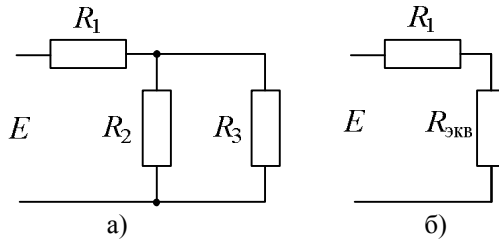

Рис. 8. Схема смешанного соединения проводников (а) и схема с преобразованным участком электрической цепи (б)
- при смешанном соединении проводников (рис. 8):
Эквивалентное сопротивление участка цепи (рис. 8а):
Результаты расчета значений токов, напряжений, мощностей участков цепи схемы на рис. 8